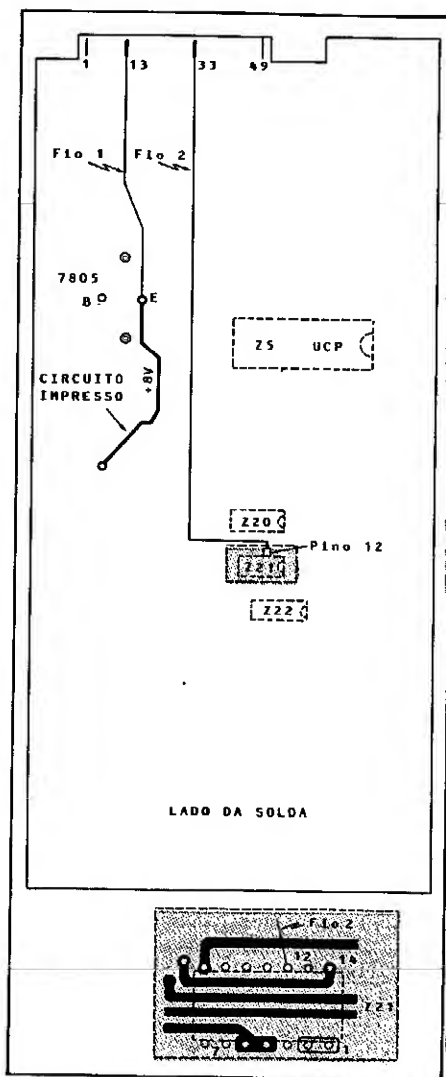

Figura 3 - Placa da UCP do D-8000 vista por baixo; observe o destaque feito do Z21 visto por baixo, com detalhe da ligação do fio nº 2.
- Figura 3 — placa da UCP do D-8000 vista por baixo (lado da solda);
Continue na figura 2 e localize os integrados Z21 e Z22. Vire a placa ao contrário. Agora, observando a figura 3 (a mesma placa vista pelo lado da solda), localize o pino 12 de Z21. Solde um fio fino com isolamento entre este pino